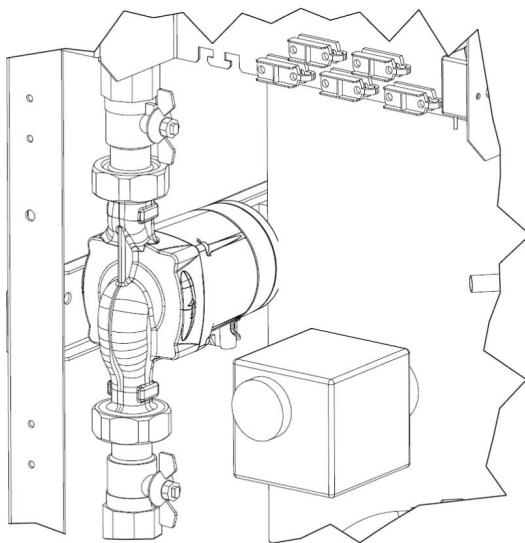

Fig.1.4: Chauffage vissé monté
- 4) Monter le chauffage vissé CEHK. Lors de l'introduction du chauffage dans le manchon, comprimer légèrement à la main les tubes (voir fig.1.4 à la p.4).